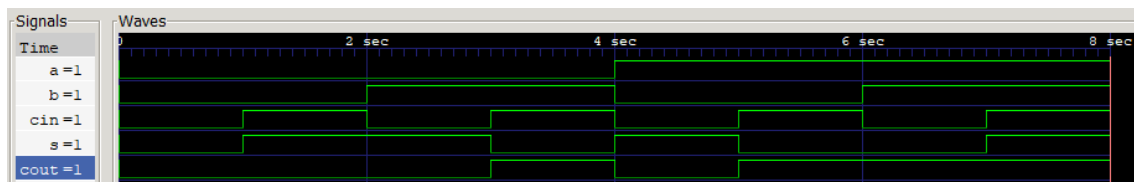

Figura 4 – Entradas e saídas visualizadas no gtkwave.
- Ajuste o zoom da imagem até visualizar toda a onda. Você deverá obter uma imagem como mostra a Figura 4.